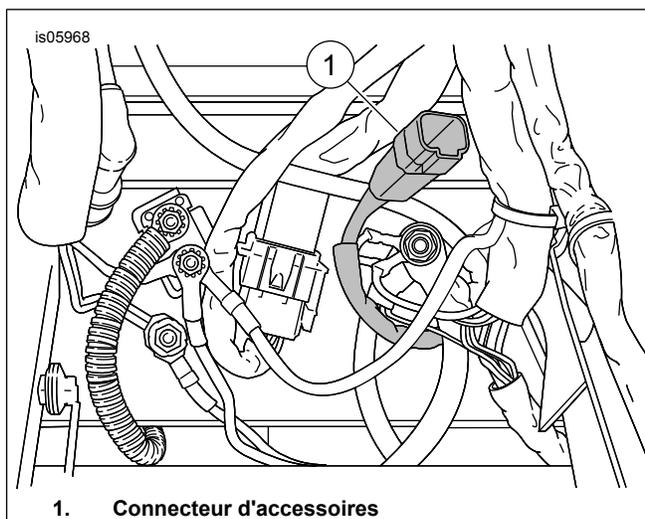

Figure 2. Emplacement du connecteur d'accessoires (sous la selle)
1. Voir Figure 2. Retirer le bouchon en caoutchouc du connecteur d'accessoires (1) situé sous la selle. Acheminer le faisceau sous la selle. Brancher le connecteur électrique de la selle sur le connecteur d'accessoires. Les connecteurs se mettent en position en faisant un déclic audible.